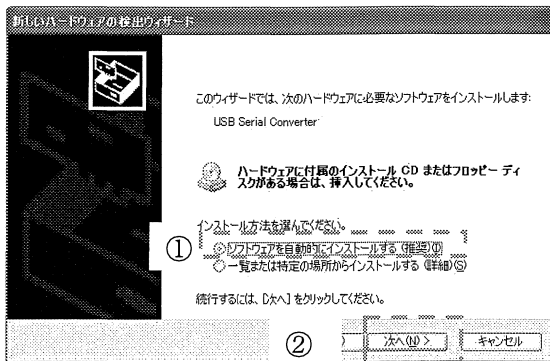
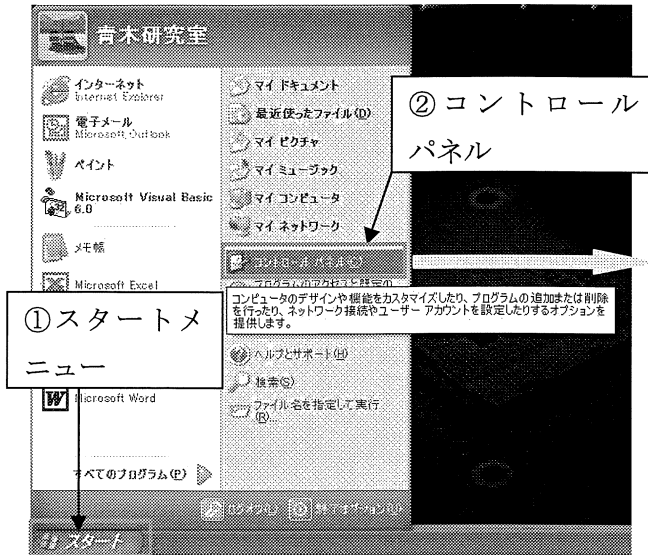

図 A.4 自動検出
図 A.6 コントロールパネルの選択
- ④ 図A.4に示すように「ソフトウェアを自動的にインストールする」を選択し、「次へ」を押す。
- ⑥ REX-USB60F用デバイスドライバのコピーが開始され、完了メッセージが表示する。
- ⑦ 引き続き仮想COMポートドライバのインストールが開始され、図A.4に示すように「いいえ、……」を選択し、「次へ」を押す。
- ⑧ 図A.4に示すように「ソフトウェアを自動的にインストールする」を選択し、「次へ」を押す。
- ⑨ Windowsロゴテストに合格していないという警告が現れるが、ここも「続行」を押す。
- ⑩ 仮想COMポートドライバのインストールが開始され完了メッセージが表示される。
- ⑪ 以上で、ドライバのインストールが終わり、パソコンへの接続も完了である。
- ① 図A.6に示すように、スタートメニューからコントロールパネルを選択すると、コントロールパネルの画面が現れる。